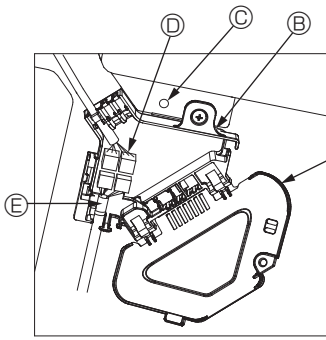

Fig. 10-8
- ① Retire el tornillo que sujeta la cubierta de la caja de conexión, y luego abra la cubierta.
- ② Conecte firmemente el conector del cable de enlace del motor de los deflectores y el conector del cable de dicho motor en la caja de conexión. (Fig. 10-8) Encontrará dos conectores del motor de los deflectores: un conector azul y un conector naranja. Cuando conecte los conectores, asegúrese de que los colores coincidan.